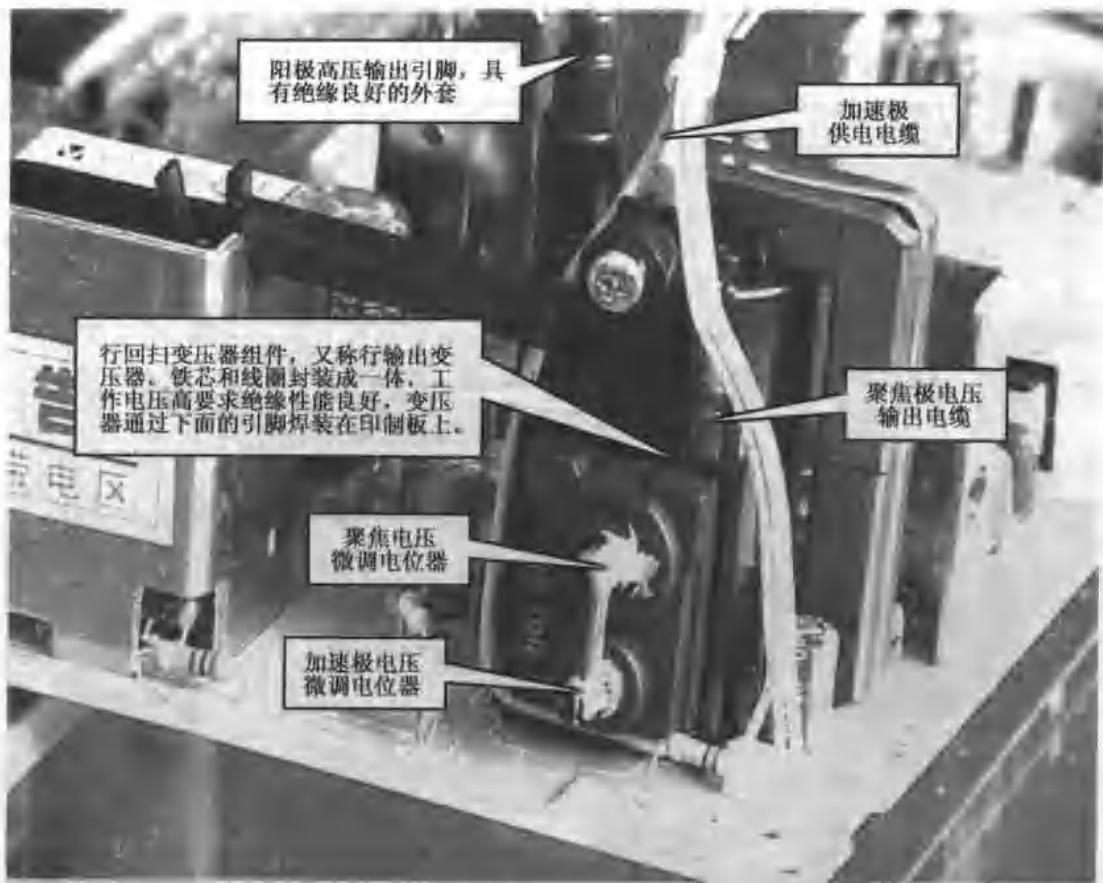
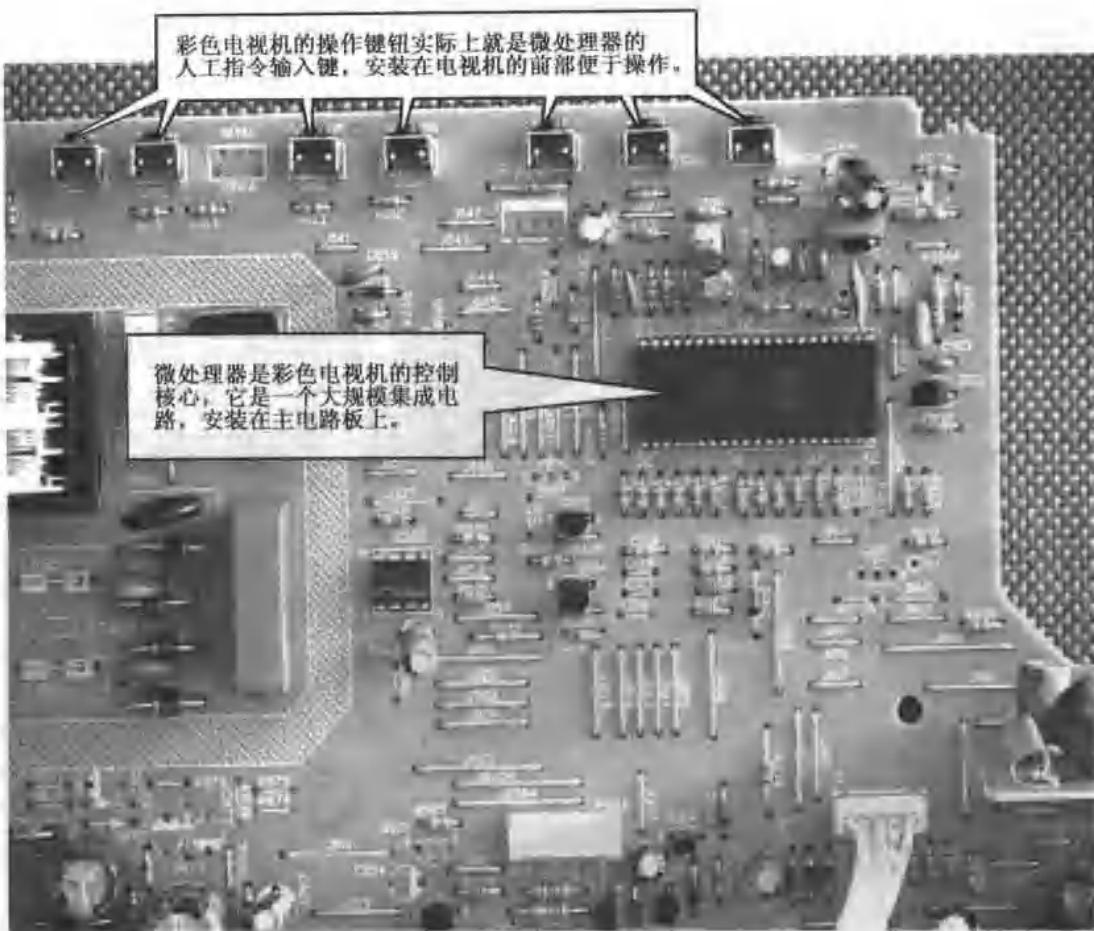

图 1-5 行回扫变压器
图 1-6 微处理器及外围电路
(9) 高压产生电路。它利用行扫描的逆程脉冲通过行回扫变压器进行升压，然后整流滤波产生 20000V 以上的直流高压。其作用是向显像管提供阳极高压，此外还产生聚焦电压和加速极电压，这也是显像管正确显像的基本条件。同时，它还向视放输出级提供工作电压和整机使用的低压。行回扫变压器是一个特殊的器件，如图 1-5 所示。
(10) 显像管电路（显像管尾板电路）。它一般由矩阵及视放电路组成，其功能是将三个 R、G、B 三基色信号放大后加至显像管的三个阴极上，控制显像管三个电子枪电子束的强弱。它安装在显像管尾座上。
(11) 电源电路。一般由开关稳压电源电路构成，其目的在于提高电源变换的效率（省电）和调整的范围（稳压）。其功能是向彩电各电路提供各种工作电压，让彩电工作起来。
(12) 控制电路。控制电路是以微处理器为核心的自动控制电路，它可以接收人工指令和遥控信息，通过控制接口电路对彩色电视机的亮度、对比度、音量和调谐进行控制。微处理器及其外围电路如图 1-6 所示。